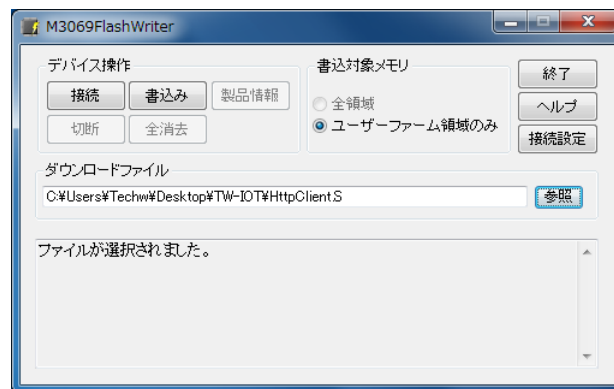

図 4 HTTPクライアント・ファームウェアのダウンロード
5. [参照]ボタンを押し、製品付属CDの「¥X2219_AdditionalFirm¥TW-IOT」フォルダ、または、ダウンロードファイルの解凍フォルダから「HttpClient.S」ファイルを選択します(図 4)。